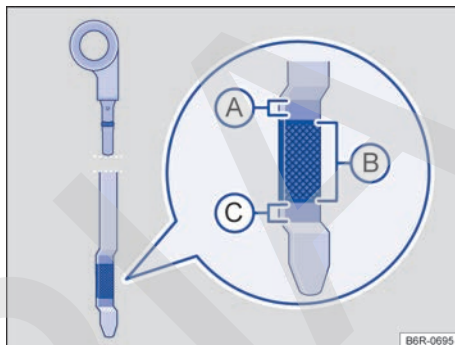

Fig. 135 Varilla de medición del aceite con marca de nivel de aceite del motor.
7. Extraiga nuevamente la varilla de medición del aceite y lea el nivel del aceite del motor en la varilla → fig. 135 de la siguiente manera:
13. Una vez finalizado el proceso de la reposición de aceite, el nivel del aceite del motor debe estar, al menos, en el medio del nivel → fig. 135 , pero jamás por encima del nivel  → .
- No ponga el motor en marcha si el nivel de aceite del motor está por encima del nivel → fig. 135 . Buscar auxilio técnico especializado. De lo contrario, ¡pueden dañarse el catalizador y el motor!
El nivel del aceite del motor no debe sobrepasar de ninguna manera el nivel → fig. 135 A. Con el nivel por encima de esta zona, el aceite puede ser aspirado por la ventilación del cárter, ser despedido a la atmósfera a través del sistema de escape. Además, el aceite puede quemarse en el interior del catalizador, dañándolo.
En caso de alta demanda del motor, el nivel del aceite del motor debe estar lo más cerca posible del nivel → fig. 135 A – sin sobrepasarse, como por ejemplo, en viajes largos en carreteras durante el verano o durante travesías de montañas.